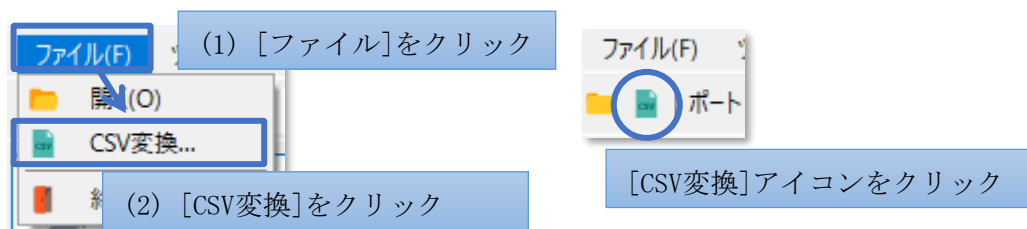

図 4.34 CSV変換画面の表示手順
- (1) メニューバーの[ファイル]メニューより[開く]をクリックするか、ツールバーの[開く]アイコンをクリックし、Rawファイルを選択します (図 4.34)